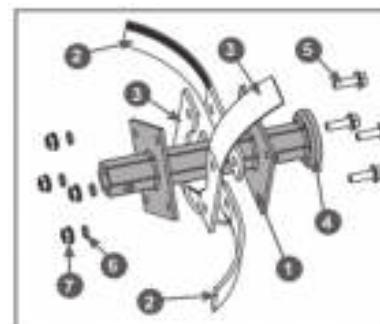

Рис. 6 Установка ножей на внутренний фланец основной секции оси фрезы
2.2 Установите ножи на внутренний (со стороны редуктора) фланец основной (длинной) секции оси (Рис. 6).
На основной секции оси фрез имеется защитная чашка 4, предназначенная для защиты сальника выходного вала редуктора (Рис. 6). Основные секции фрез устанавливаются на выходной вал редуктора так, чтобы защитная чашка 4 была обращена в сторону редуктора. Учитывайте это при сборке фрез.
Со стороны редуктора (защитной чаши 4) вставьте в отверстия во внутреннем фланце 1 оси болты 5, далее в соответствии с рисунком 6 на внутренний фланец с внешней его стороны установите правые ножи 2 (имеющие изгиб в сторону от редуктора), затем, как показано на Рис. 6 установите левые ножи 3 (имеющие изгиб к редуктору). После этого установите пружинные шайбы 6 и закрутите гайки 7 (Рис. 6). Затяните все резьбовые соединения.